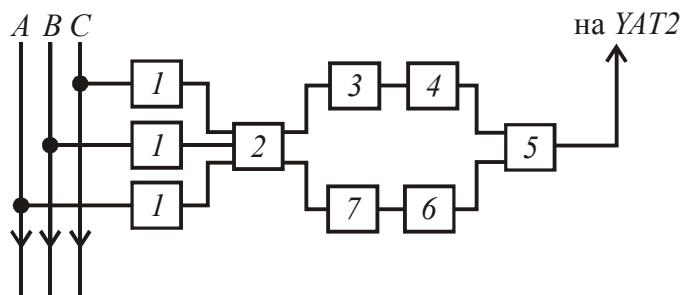

*Рис. 1.2. Пример защитной характеристики автоматического выключателя*
*Защитная характеристика* автоматического выключателя приведена на рис. 1.2. Максимальные расцепители имеют обратнозависимую от тока выдержку времени при перегрузках (участок *ab*) и независимую выдержку времени при токах КЗ (*cd*). Уставка по току регулируется в
В выключателях применяются и полупроводниковые расцепители. Они обеспечивают более высокую точность срабатывания по току и времени. Структурная схема такого расцепителя показана на рис. 1.3. Блок 1 измеряет ток защищаемой сети. В сети переменного тока в качестве блоков 1 применяют трансформаторы тока, а в сети постоянного тока – магнитные усилители. Блок 2 анализирует сигнал от блока 1. Если этот сигнал соответствует току перегрузки, то из блока 2 поступает сигнал в блок 3, который запускает полупроводниковое реле 4, создающее зависимую от тока выдержку времени (участок *ab* характеристики по рис. 1.2).
При токе КЗ сигнал с блока 2 достаточен для запуска блока 7, который является токовой отсечкой. Блок 6 создает выдержку времени в независимой части характеристики (участок *cd* на рис. 1.2). Блок 5 усиливает сигналы от блоков 4 и 6 и подает импульс на отключающую катушку автоматического выключателя *YAT2* (см. рис. 1.1).